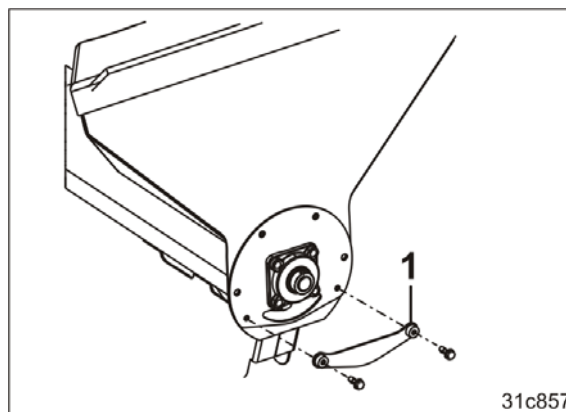

Рис. 252
3. Для опорожнения загрузочной воронки отвинтите крышку (Рис. 252/1).